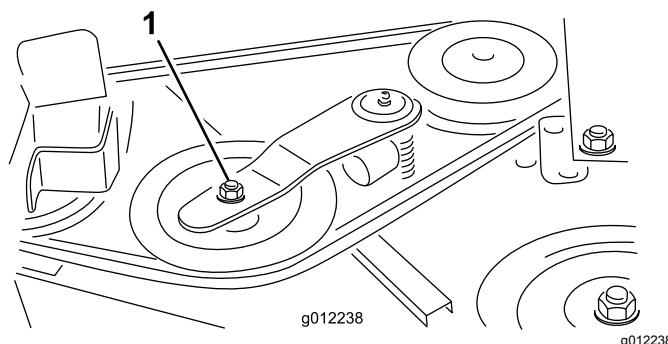
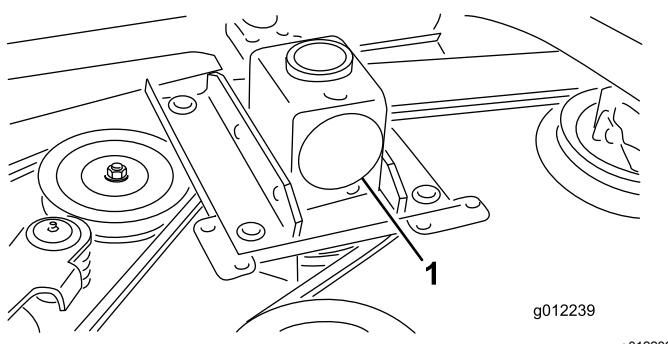

Figure 32
Figure 33
2. À l'aide d'une clé dynamométrique ou d'un outil similaire, éloignez la poulie de tension (Figure 32) de la courroie d' entraînement pour détendre cette dernière et pouvoir la déchausser de la poulie du boîtier d'engrenages (Figure 33).